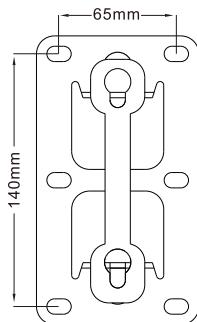

Figura 1
1.Utilizzando un trapano da 8 mm praticare 4 fori sulla parete di montaggio secondo le dimensioni mostrate nella Figura 1.
1.Utilice un taladro de 8mm para perforar 4 orificios en la pared de montaje según las dimensiones que se muestran en la Figura 1. El tamaño del anclaje de plástico es ø8*40mm.